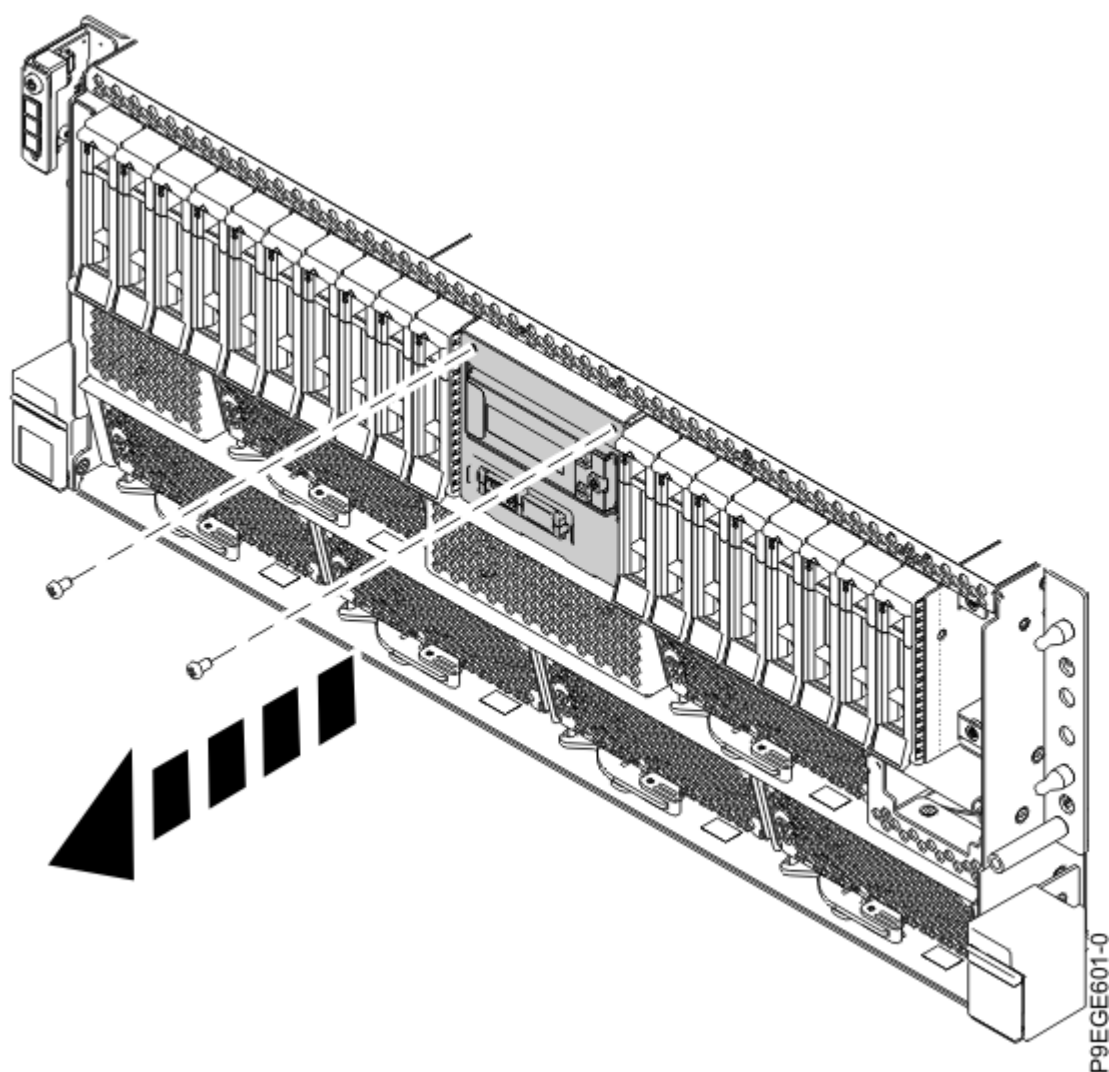

Figura 19. Extracción de dos tornillos del receptáculo USB frontal
8. Extraiga los dos tornillos que fijan el receptáculo del zócalo USL frontal al sistema, tal como se muestra en la Figura 19 en la página 21.